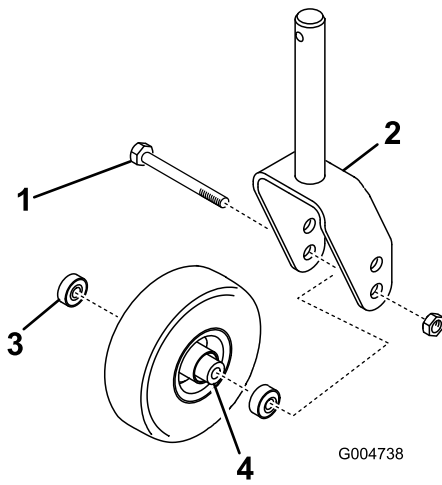
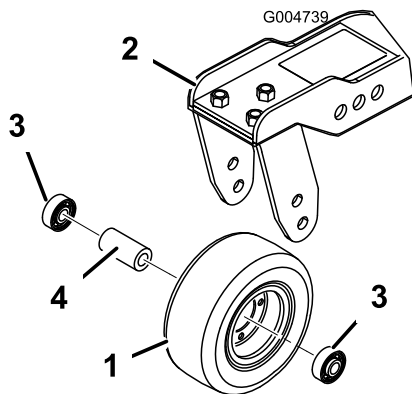

Figura 80
Figura 81
1. Retire la contratuerca del perno que sujeta el ensamble de la rueda giratoria entre la horquilla (Figura 80) o el brazo de pivote (Figura 81). Sujete la rueda giratoria y retire el perno de la horquilla o del brazo de pivote.
2. Retire el cojinete de la rueda y deje que se caiga el suplemento del cojinete (Figura 80 y Figura 81). Retire el cojinete del otro lado de la rueda.